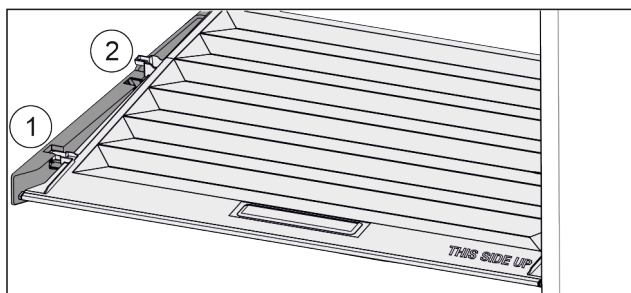

Fig. 97
- ▶ Træk dækslet fremad til åbning i holdedelen Fig. 97 (1).
- ▶ Løft nedefra og bevæg det opad og ud Fig. 97 (2).